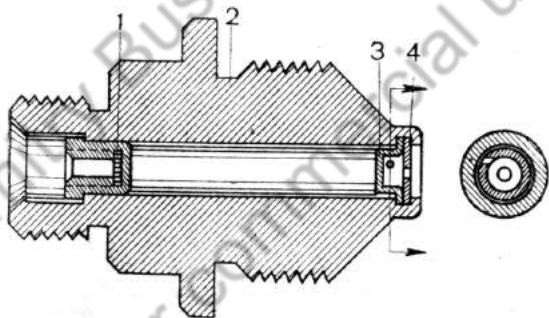

Рис. 103. Форсунка подогревающего устройства:
- две установленные в патрубках головок воздухоочистителей форсунки (рис. 103) для распыления топлива;
Форсунки и электросвечи ввёрнуты в патрубки головок воздухоочистителей. Форсунка (рис. 103) состоит из сетчатого фильтра, распылителя и корпуса. Распылитель выполнен в виде запрессованной в корпус чашечки с косым отверстием в боковой части. При нагнетании топлива впрыскивающим насосом топливо проходит через фильтр форсунки и через канал в корпусе форсунки к косому отверстию в чашечке. В полости чашечки топливо завихряется и через отверстие в шайбе в распыленном виде поступает в головку воздухоочистителя.